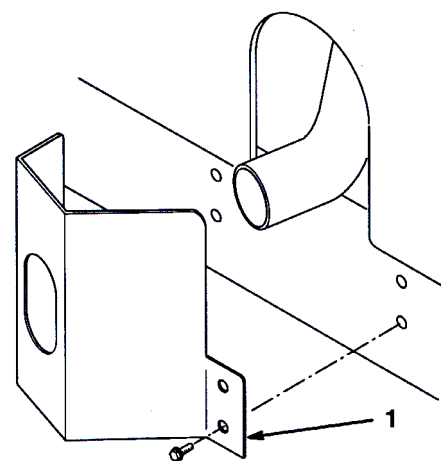

図 9
1. フレームについている取り付け穴に合わせてマフラー部にガードを取り付ける（図9）。
2. タップ・ネジ4本で固定する（図9）。